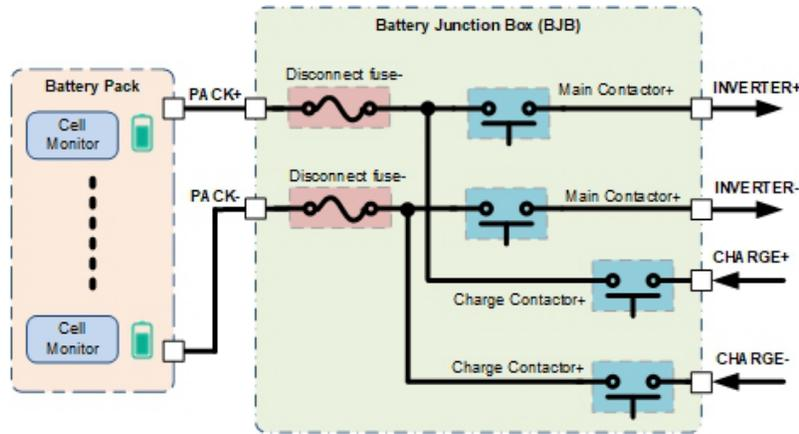

Abbildung 1. Batterietrennsicherung und Hochspannungsrelais in der Stromverteilung
Die Stromverteilung in Batteriemanagementsystemen (BMS) für Hybrid-Elektrofahrzeuge (HEV) und Elektrofahrzeuge (EV) versorgt die Kernfunktionen des Fahrzeugs mit Strom und bietet zugleich Mechanismen zur sicheren Trennung von Hochspannungs- oder Hochstromereignissen. Zwei Kernkomponenten des Stromverteilungssystems, Hochspannungsrelais und Trennsicherungen, stehen vor immer größeren Designherausforderungen aufgrund der steigenden Anforderungen an die Unterstützung höherer Spannungen, Ströme, Wirkungsgrade und Zuverlässigkeit. Abbildung 1 zeigt einen Überblick über die Hochspannungsrelais und Trennsicherungen.